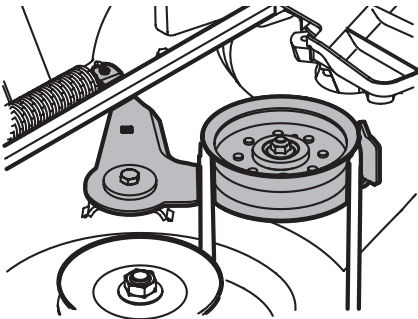

Figure 40
8. À partir du côté droit de l'appareil, insérez une clé à rochet de 3/8 po (réglée pour **serrer**) dans le trou carré sur le support de la poulie de tension (Figure 40).
9. Déplacez la clé vers l'avant pour bouger la poulie d'entraînement du plateau (Figure 40).